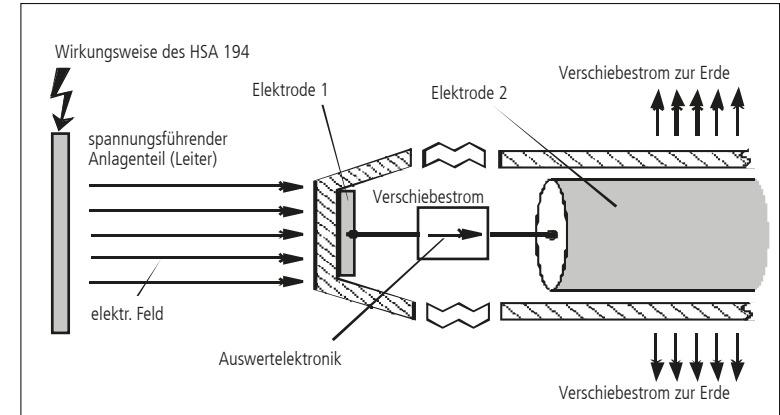

Bild 4: Funktionsprinzip
3.1 Wird der Arbeitskopf des Hochspannungsanzeigers in ein solches elektrisches Wechselfeld gebracht, so fließt über die Meßelektroden E1 und E2 ein Verschiebungsstrom (Kondensatorprinzip), der von der nachgeschalteten Elektronik ausgewertet und angezeigt (optisch und akustisch) wird (siehe Bild 4). Übersteigt der Verschiebestrom den Schwellwert gibt der Hochspannungsanzeiger ein um den Faktor 10 erhöhtes intermittierendes optisches und akustisches Signal - **Spannung vorhanden** - ab.